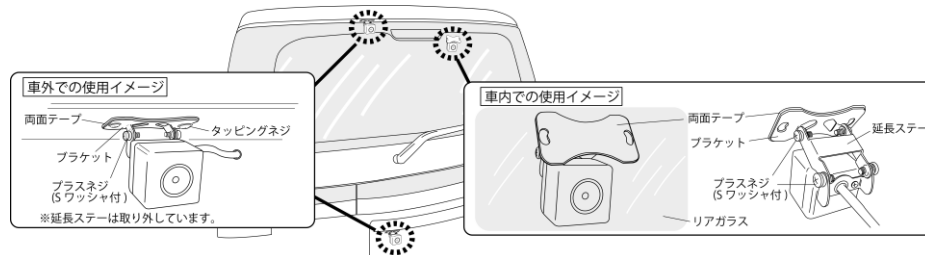

図 1 4
- 5) コード類は内張り、ピラー内等を通し、運転の妨げにならないように配線処理してください。必要に応じてコードクリップ等 (付属していません) で配線を固定してください (図 1 3 参照)。